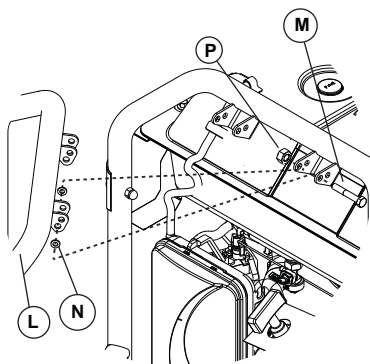

Figura 2-3. Manija
1. Coloque los soportes de la manija entre las pestañas de la estructura como se indica. Coloque una arandela plana en la parte interior de cada pestaña de la estructura (Figura 2-3).